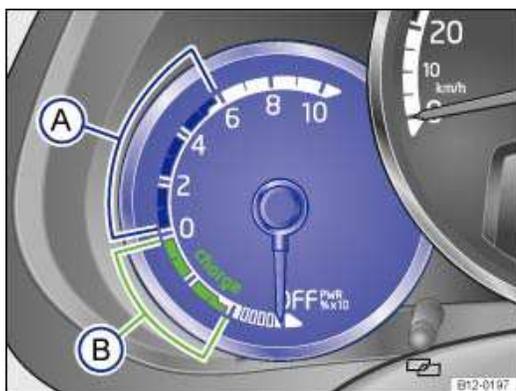

Abb. 96 Im Kombi-Instrument: Fahrleistungsanzeige mit Bereichen für verbrauchsgünstigen Betrieb **A** und für Rekuperation **B**.
| 5. | Wenn im Display des Kombi-Instruments die Anzeige READY erscheint, Fahrzeugschlüssel im Zündschloss loslassen. Beim Loslassen geht der Fahrzeugschlüssel in die Position → Abb. 95 ① zurück. Die Fahrbereitschaft bleibt bestehen. Die Zeigerstellung in der Fahrleistungsanzeige → Abb. 96 wechselt von OFF auf 0 . |
Wenn die Fahrbereitschaft hergestellt ist → *Fahrbereitschaft herstellen*, wechselt die Anzeige von **OFF** auf **0**. Während der Fahrt wird im Kombi-Instrument die momentane Fahrleistung angezeigt → *Abb. 96*.
Wenn sich der Zeiger im blauen Bereich → *Abb. 96 A* befindet, wird im besonders verbrauchsgünstigen Bereich gefahren → *Energiesparend und umweltbewusst fahren*.
Wenn sich der Zeiger im grünen Bereich → *Abb. 96 B* befindet, wird über den Elektroantrieb Bremsenergie in elektrische Energie umgewandelt und in die Hochvoltbatterie gespeist → *Bremsenergie-Rückgewinnung (Rekuperation)*.
Wenn über einen längeren Zeitraum eine hohe Antriebsleistung abgerufen wird, erkennbar daran, dass sich der Zeiger der Fahrleistungsanzeige oberhalb des verbrauchsgünstigen Bereichs befindet → Abb. 96 A , verringert sich die Dauer, in der die maximale Antriebsleistung zur Verfügung steht. In der Anzeige der Leistungsverfügbarkeit verlöschen die Segmente im Bereich **E-Max** von rechts nach links.